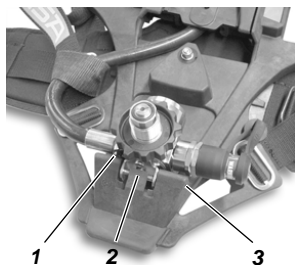
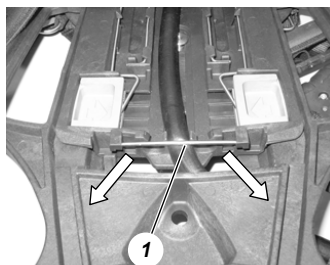

Fig. 9 Retirada del reductor de presión
Fig. 10 Retirada de la línea
- (4) Deslizar los atalajes para los hombros hasta la posición más baja de las guías laterales de un lado de la placa dorsal, ladear los enganches ligeramente hacia fuera y sacar los atalajes de las guías.
- (5) Desabrochar los atalajes para los hombros y el cinturón de la placa dorsal.
- (6) Presionar el pasador de retención (véase la Fig. 10) de la línea multicanal inclinándolo hacia abajo y retirándolo.
- (7) Realizar la misma operación en el otro lado de la placa dorsal.
- (8) Retirar la línea multicanal de la guía de la placa dorsal.
- (9) Sacar el vástago (3) del soporte del reductor de presión (véase la Fig. 9).
- (10) Retirar el reductor de presión de la placa dorsal, **no** tirar del resorte de retención (2).